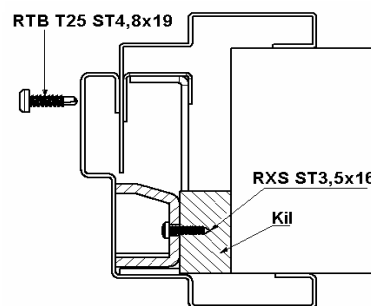

Fig. 8
4. Montera den lösa foderdelen om sådan förekommer. Skjut in den tätt mot väggen och dra åt med skruv nr.2 **RTB T25 ST4,8x19** (självborrande), se fig 8. Kontrollera så att karmen inte ändras. Om så behövs, finjustera ställhylsorna igen.
7. **För inbrottskyddande dörrset gäller att stödskrivar i slutbleckskåpan skall ligga an mot väggen.** Avstånd mellan slutbleckskåpan bakkant och vägg ska kilas. Kilen skruvas fast genom hål i slutbleckskåpan med skruv nr.5 **RXS ST3,5x16** gäller ej vid klass 3 enl. ENV 1627. Se fig 8.